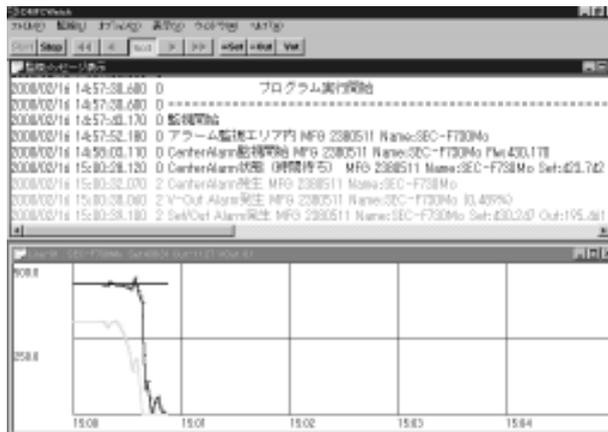

図4 マスフロー監視システムソフト SEC-F/V のアラーム表示画面
**氏家** 通常、マスフローは、流量の設定と制御結果しか管理されていません。ところがマスフローのバルブの制御状態も監視すれば、より情報が豊富になります。エステックでは、バルブの制御電圧を含め、パソコンで監視/記録するソフトを開発しました。バルブの制御電圧を監視することで流量制御不能になる前にマスフローの異常を検知することができます。図4は、ソフトの画面ですがアラーム情報と制御状態がすべて記録に残る様子を示しています。